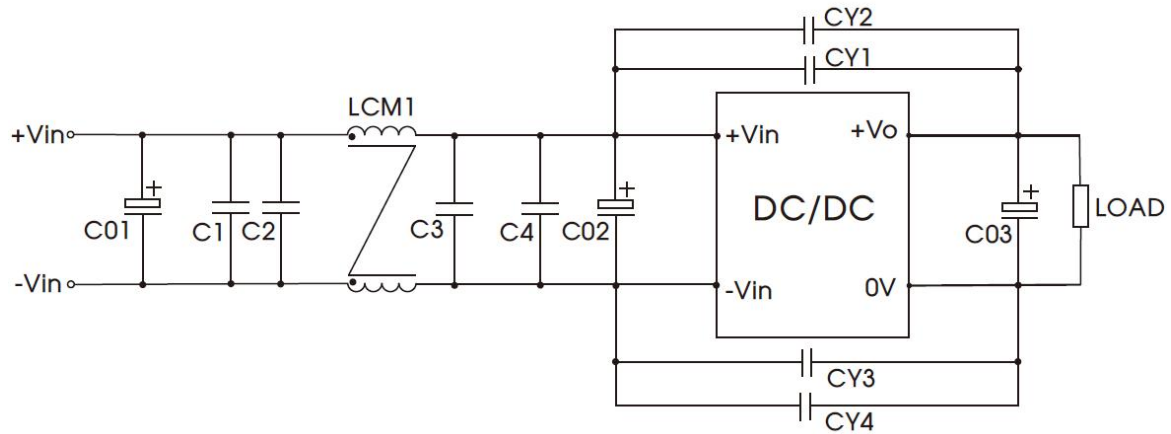

图 5
①所有该系列的 DC/DC 转换器在出厂前，都是按照（图 5）推荐的测试电路进行测试。
②若客户未使用我司推荐电路时，输入端请务必并联一个至少 100μF 的电容器，用于抑制输入端可能产生的浪涌电压。
③若要求进一步减少输入输出纹波，可将输入输出外接电容 Cin、Cout 加大或选用串联等效阻抗值小的电容，但容值不能大于该产品的最大容性负载。